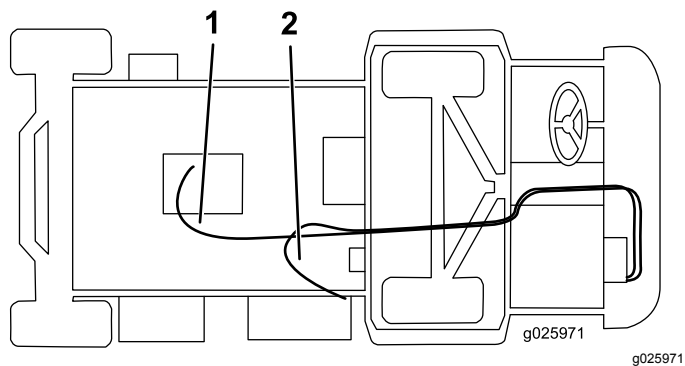

Bild 11
6. Schließen Sie den langen Schlauch mit einer Schlauchklemme am Heizungsventil an und verlegen Sie ihn unter der Maschine, über die Achse zum geraden Anschlussstück (Bild 11).
7. Schließen Sie den kurzen Schlauch mit einer Schlauchklemme am weißen Füll-T-Anschlussstück an, verlegen ihn durch die R-Klemme zur Heizungshalterung, und schließen Sie dann das T-Anschlussstück mit einer Schlauchklemme am unteren Kühlerschlauch an (Bild 11).